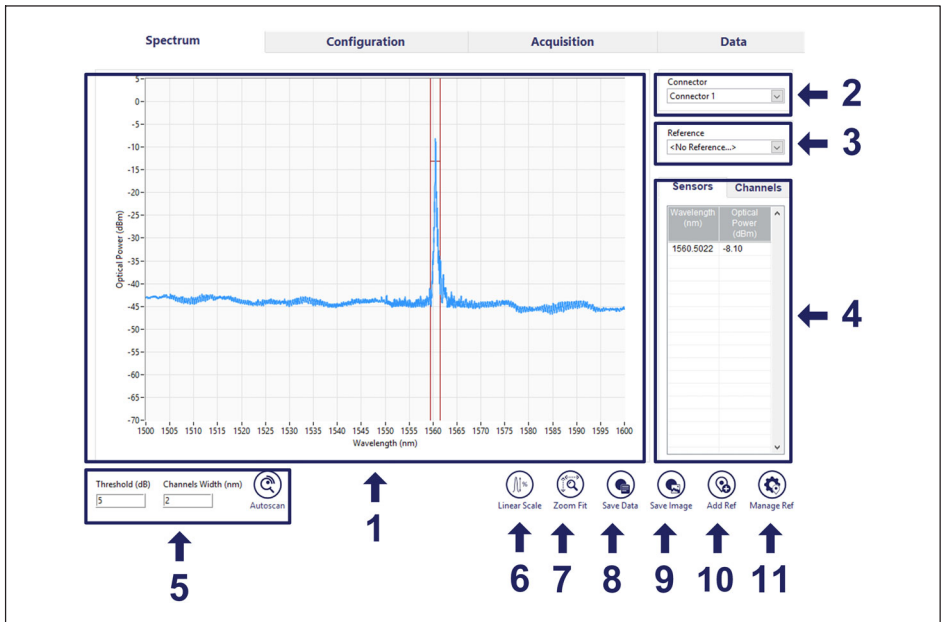

図7.5 [Spectrum] タブ
- 3 参照(Reference)の選択。以前に保存したスペクトルイメージは、ドロップダウンリストから選択することでグラフにプロット(図7.5の1番)できます。参照を保存するには、Add Refボタンを押します(図7.5の10番)